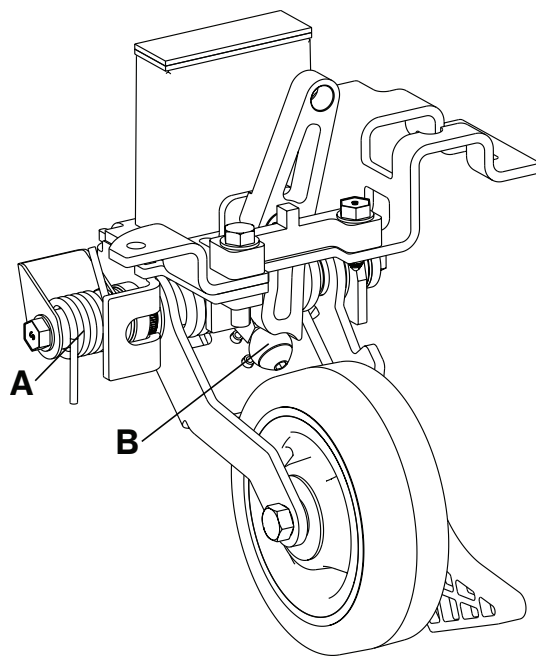

Figura 18 – Lubrificação da quinta roda retrátil
3. Aplique o lubrificante MPG-3 à mola (A) e à esfera (B) (Figura 18).